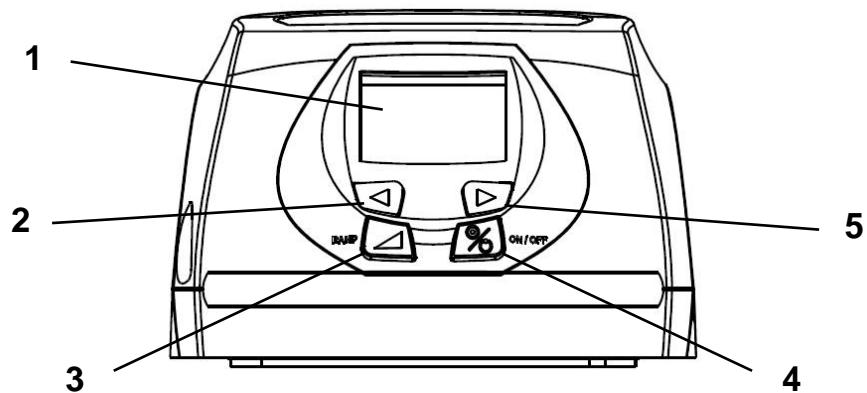
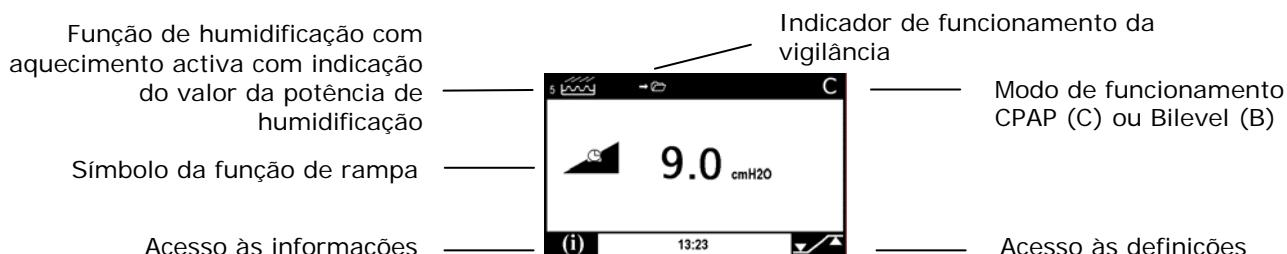

Figura 3 – Imagem do painel frontal
Figura 14 – Imagem do visor com o equipamento em funcionamento
Premir a tecla Ligar/Stand-by (ponto 4 da Figura 3, página 95) para colocar o aparelho em funcionamento. O ecrã ilumina-se e mostra a pressão avaliada na máscara no aparelho Sandman Duo™ ou Sandman DuoST™. O ecrã permanece aceso durante 30 segundos após a última pressão sobre uma tecla, duração de tempo que não pode ser ajustada.
1. Ligue o equipamento, premindo a tecla Ligar/Stand-by (ponto 4 da Figura 3, na página 95). O ecrã ilumina-se e apresenta a pressão avaliada na máscara com o aparelho Sandman Duo™ ou Sandman DuoST™ (ver a Figura 14).